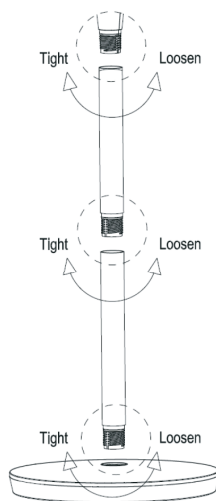
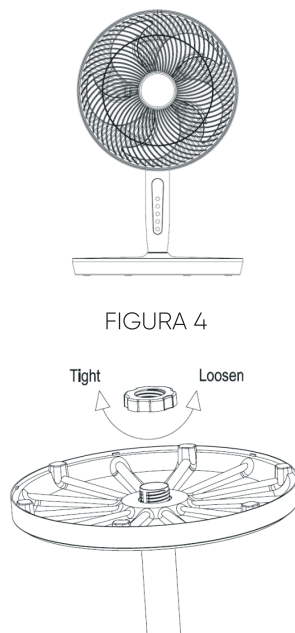

FIGURA 2
FIGURA 3
2. Alineu la base amb el pal inferior i, a continuació, connecteu-los al seu lloc tal com es mostra a la figura 2 i fixeu-los amb la femella de la figura 3.
3. Alineu el pol inferior amb el pol superior i el capçal del ventilador i, a continuació, connecteu-los al seu lloc tal com es mostra a la figura 2.